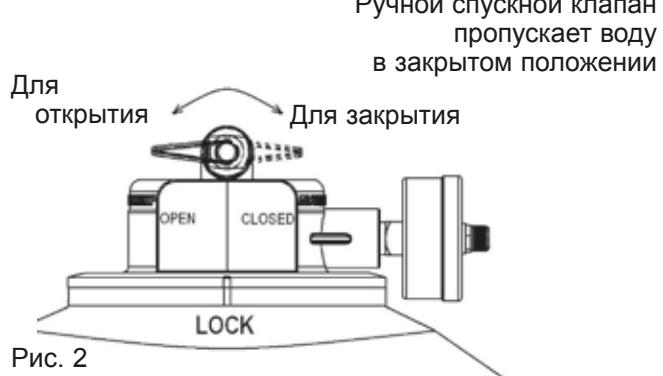

Рис. 2
1. Использовать ТОЛЬКО оригинальные запчасти Hayward; Система затяжки DEX2421JKIT, гайка/болт DEX2421J2, металлическое армированное уплотнение DEX2422ZZ. Не оригинальные запчасти могут выйти из строя в процессе эксплуатации и стать причиной взрывоопасного отсоединения компонентов. Следует убедиться в том, что верхняя и нижняя часть корпуса надежно закреплены зажимами корпуса фильтра. Нельзя полагаться на ручную затяжку зажимной гайки и болта. Следует использовать зажимную муфту на зажимном ключе, закрепить зажимную гайку и болт на 17 Нм (150 inch-lbs (дюйм-фунт)). Следует проверить корпус ручного спускного клапана фильтра на предмет его **LOCK** (закр.) положения и наличия всех компонентов фильтра, а также отсутствия их повреждений или запчастей неоригинального производителя. (См. Рис. 2)
4. Установить ручной спускной клапан в положение **OPEN** (Откр.). (См. Рис. 2)
3. Ручной спускной клапан следует установить в положение **OPEN** (откр.). (Рис. 2)